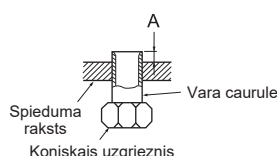

Fig. 5
- Pilnībā ievietojiet drenāžas šļūteni līdz drenāžas teknes pamatnei (savienojuma beigām). (Fig. 5)